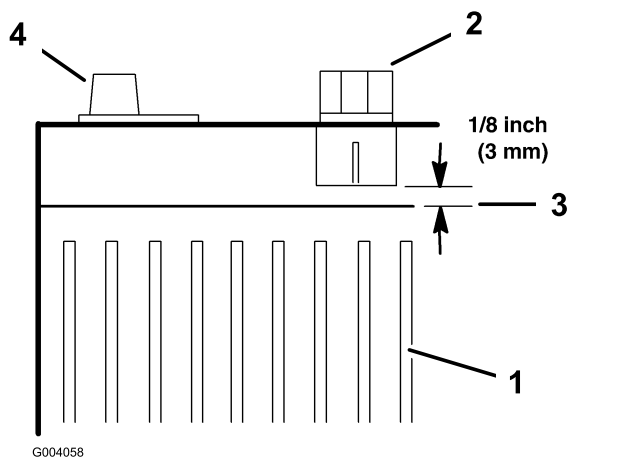

Рисунок 37
7. Добавьте только такое количество дистиллированной воды, чтобы уровень электролита на 3 мм не доходил до нижней части каждой заливной горловины (Рисунок 37).